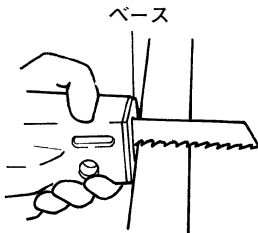

図 12
- (1) 加工物を万力等で確実に固定します。
- (2) ベースを加工物にしっかり押し当ててからスイッチを入れ、徐々に切込んでいきます。(図12)